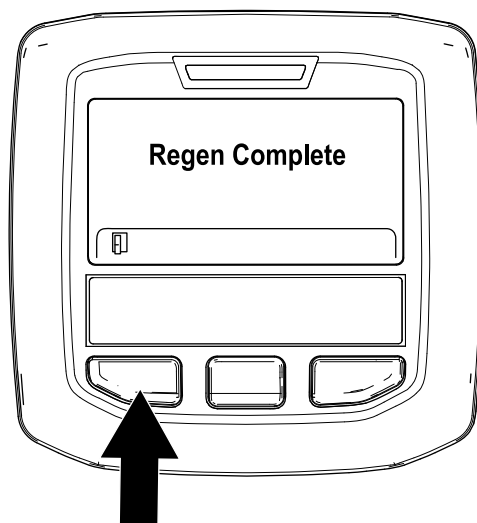

Figura 48
9. La rigenerazione parcheggiata è completa quando nell'InfoCenter appare il messaggio "Rigen. completa". Premete il pulsante sinistro per uscire e tornare alla schermata Home (Figura 48).